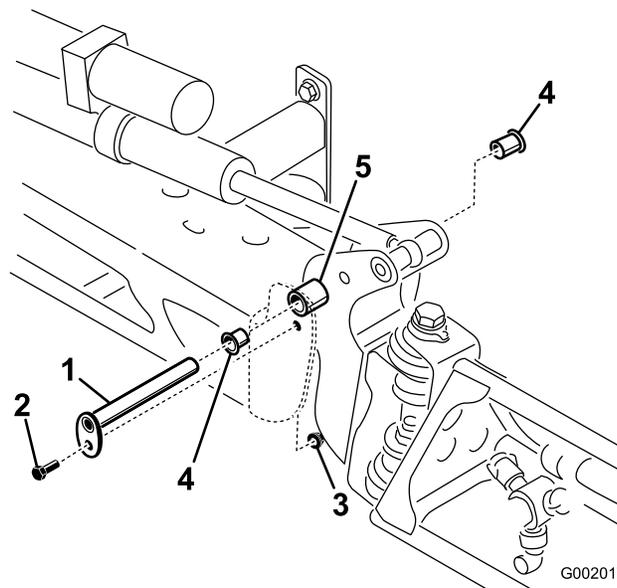

Bild 53
3. Wenn das Gewicht des Auslegers abgestützt ist, nehmen Sie die Schraube und die Mutter ab, mit denen der Lagerbolzen am Ausleger befestigt ist (Bild 53). Nehmen Sie den Lagerbolzen ab.
5. Nehmen Sie die Nylonbüchsen vorne und hinten an der Schwenkhalterung ab und prüfen Sie sie (Bild 53). Ersetzen Sie beschädigte Büchsen.
7. Montieren Sie den Ausleger und die Schwenkhalterung im mittleren Rahmen und richten Sie die Öffnungen aus (Bild 53).